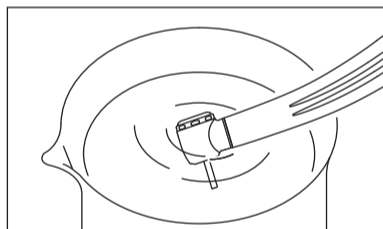

Fig. 10
- 3) Ligue a turbina e mergulhe metade da cabeça no copo com água. (Fig.10)